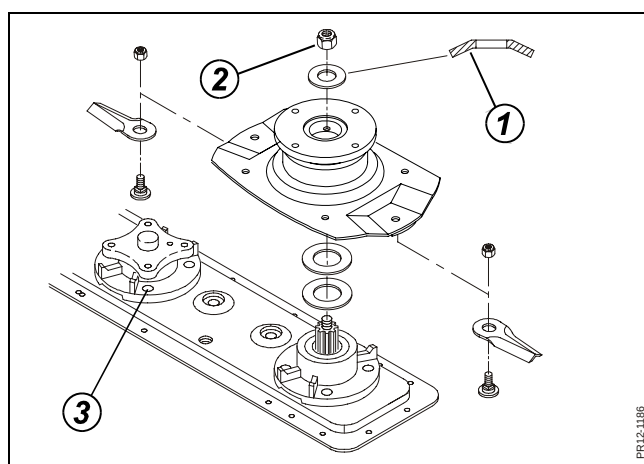

Fig. 5-28
Fig. 5-28 Fjederskiven (1) over indgangsskiven vendes, som vist, så den buer opad. Møtrikken (2) spændes til **190 Nm** (19 Kpm). Boltene (3), der fastholder skivelejet huset til bjælken, spændes til **85 Nm** (8,5 Kpm).